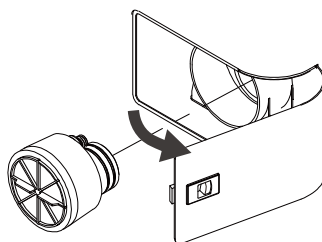

Figura 37 Retirar y reemplazar el filtro
2. Presione uno de los tres botones de ciclo de lavado programado desde la pantalla de control principal (Figura 37) o la pantalla de control secundaria (Figura 38) y toque el botón INICIAR para activar el ciclo seleccionado. Consulte las Opciones de Ciclo de Lavado. Si no se selecciona ninguna opción, se ejecutará el ciclo de lavado predeterminado.